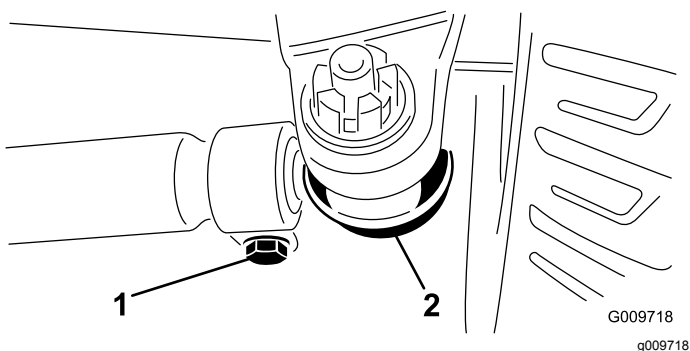

Figura 89
2. Para ajustar, remova o perno de gancho e a porca de cada uma das rótulas da barra de ligação (**Figura 89**). Remova a rótula da barra de ligação do suporte do eixo.
3. Desaperte as abraçadeiras que estão em ambas as extremidades das barras de ligação (**Figura 89**).
4. Rode a rótula desligada para dentro ou para fora uma (1) volta completa e aperte o grampo na extremidade solta da barra de ligação.